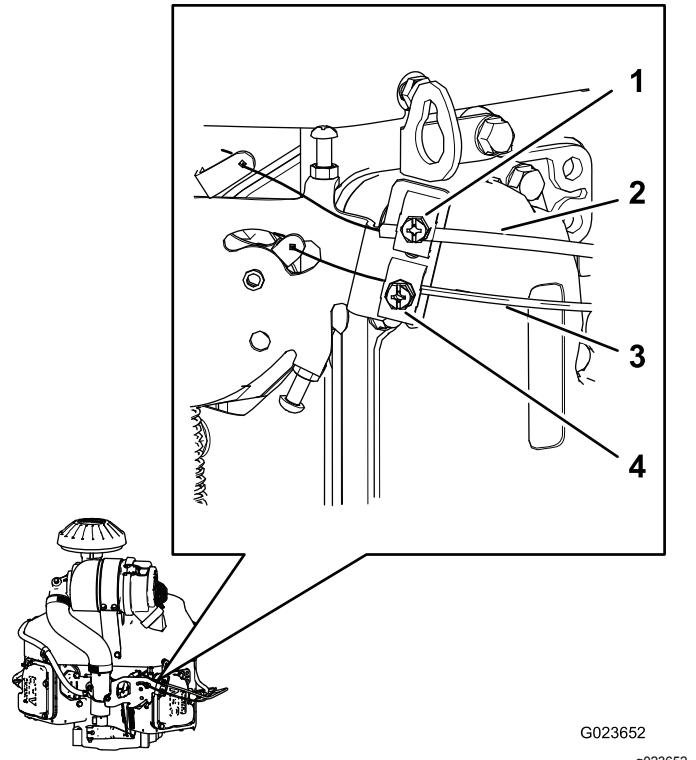

Bild 65
2. Lockern Sie die Klemmschraube, mit der das Gaszuggehäuse am Motor befestigt ist (Bild 65).
4. Ziehen Sie am Kabelgehäuse des Bowdenzugs (Bild 65), bis der Bowdenzug fast kein Spiel hat, und ziehen Sie die Klemmschraube an.
2. Lockern Sie die Klemmschraube, mit der das Chokekabel-Gehäuse am Motor befestigt ist (Bild 65).
5. Ziehen Sie am Kabelgehäuse des Chokekabels (Bild 65), bis das Chokekabel fast kein Spiel hat, und ziehen Sie die Klemmschraube an.